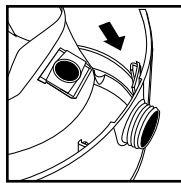

FIGURA 34
48. Deslice el deflector con la bolsa de filtro acoplada dentro de la guía deflectora. **FIGURA 34.**